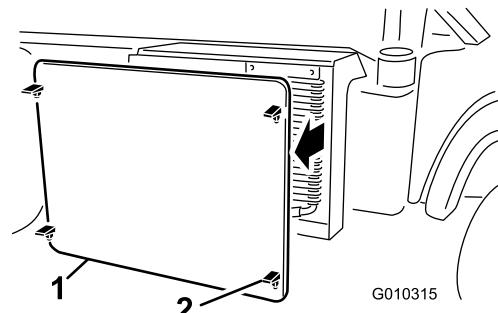

Figura 62
2. Sganciate e togliete la griglia del radiatore dalla parte anteriore del radiatore (Figura 62).